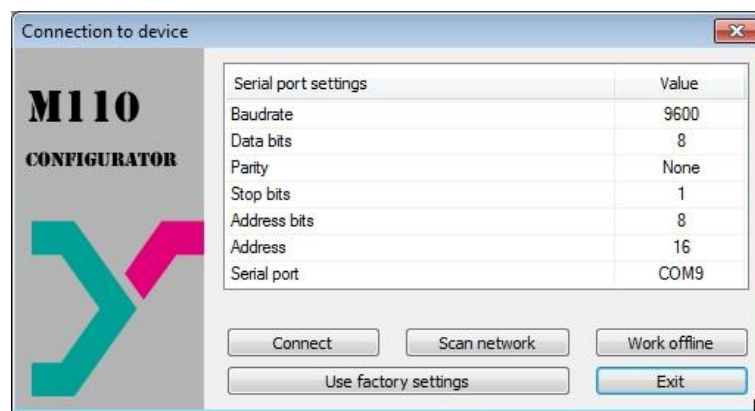

Abb. 7.1 Dialogfenster *“Connection to device“*
- Klicken Sie *“Use factory settings“* im Dialogfenster *“Connection to device“* (Abb. 7.1) oder setzen Sie die Parameter auf die Werte aus der Tabelle 7.1.